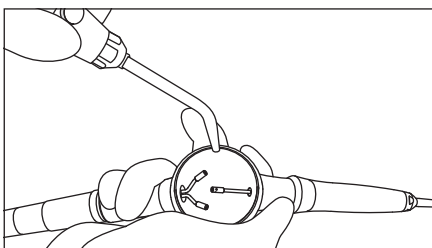

図 7
- ③パウダーケース内に残ったパウダーをエアーでとばします。（図7）